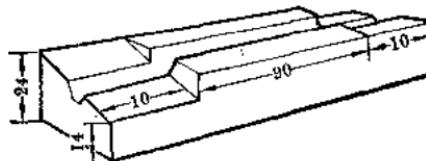

图 3
3. 在开好凹槽的木块两头朝上一面，按图 3 所示尺寸各削一个反向对称的角，即左右各削一个 20° 的角度，可用木锉锉出也可用锯子照角度线斜锯，但要注意正确，角度锯出后用砂皮纸轻轻的打光(图 3)。